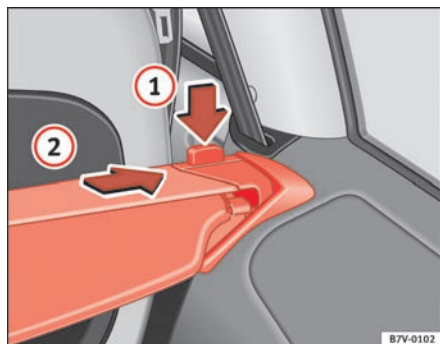

Fig. 114 Bagagerum:
- Tryk udløserknappen i pilens retning (når bagagerumsafdækningen er rullet op) ⇒ fig. 114 ①, og tag bagagerumsafdækningen opad og ud af holderen i højre side.
- Træk afdækningen ud af den venstre holder i pilens retning ②, og tag den ud af bilen.